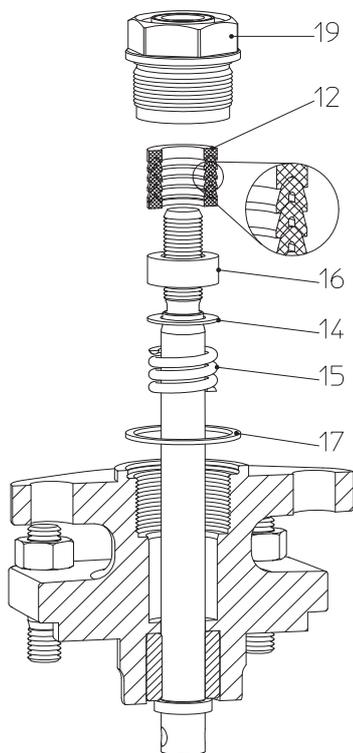
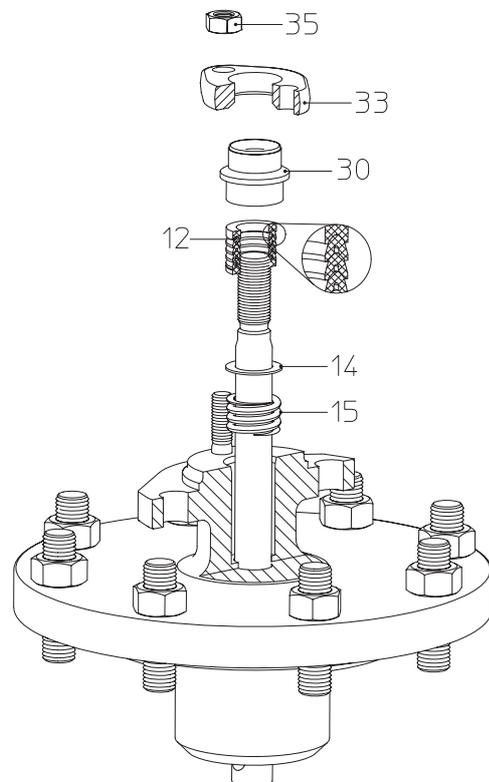

Fig. 8: Garniture d'étanchéité à chevrons
Fig. 9: Garniture d'étanchéité à chevrons
- Lors du remplacement des garnitures forme toit (pos. 12), veillez au bon ordre et à la position correcte de montage des pièces constituantes (voir Fig. 8 - Fig. 9).
- DN15-100: La garniture d'étanchéité (pos. 17) doit être renouvelée.